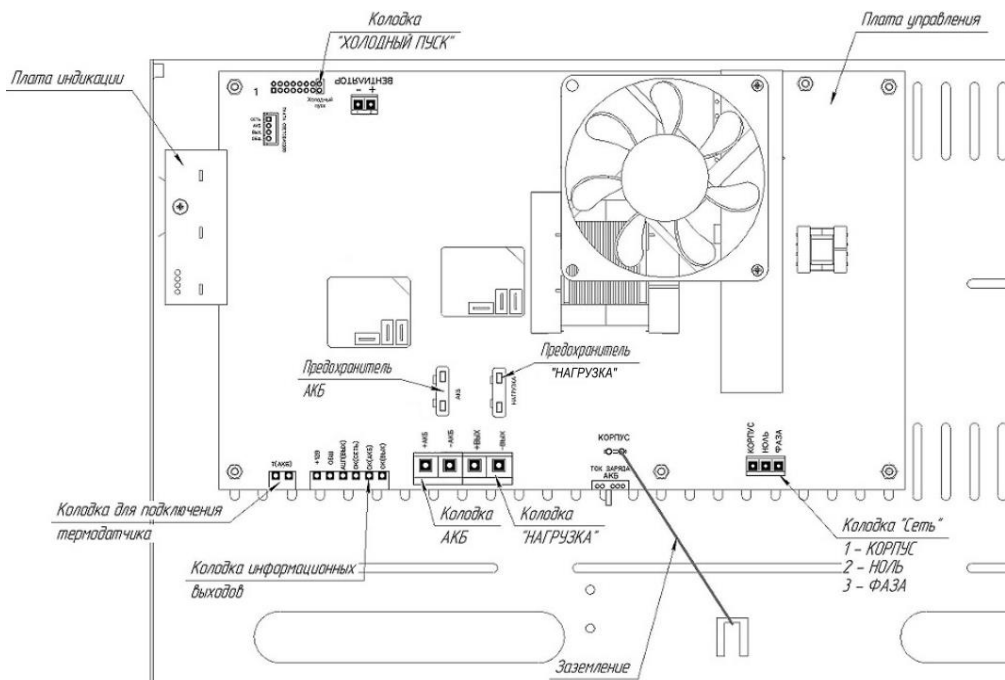

Рисунок 3 – Общий вид платы изделия
- возможность восстановления работоспособности изделия при подключении исправной и заряженной АКБ и отсутствии напряжения питающей сети («холодный запуск») путем кратковременного замыкания контактов соответствующей колодки (см. рисунок 3);
Не светится	Выход отключен: - АКБ отсутствует - напряжение на клеммах АКБ менее 10,5 В, или - неисправен предохранитель АКБ (см. рисунок 3)
- Провод заземления подключить к клемме «КОРПУС» на колодке «СЕТЬ» (см. рисунок 3).
- Проверить наличие и исправность предохранителей, расположенных на плате управления (см. рисунок 3);
- Подключить, **соблюдая полярность**, кабель питания нагрузки к клеммам колодки «НАГРУЗКА» (см. рисунок 3).
- Подключить, **соблюдая полярность**, перемычки АКБ к клеммам колодки «АКБ» (см. рисунок 3) (перемычки АКБ входят в комплект поставки).
- выставить переключателем ток заряда АКБ см. таблицу 5 и рисунок 3.
- ♦ Проверить правильность произведенного монтажа в соответствии с назначением клемм подключения (рисунок 3) и схемами подключения (рисунки 5-7).